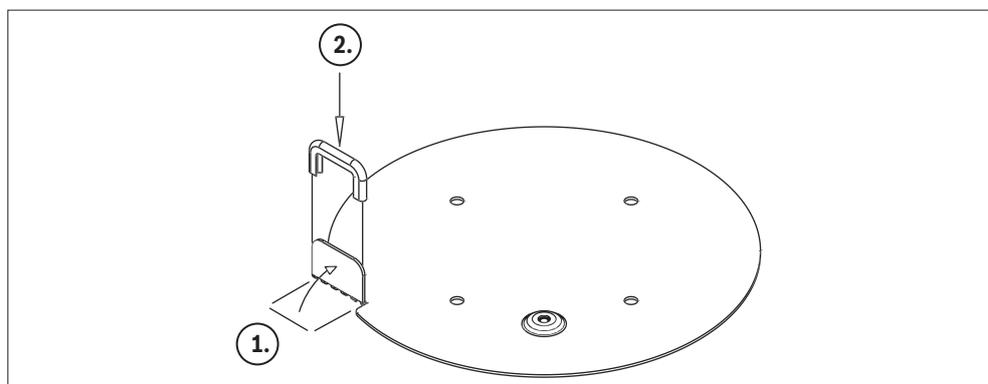

Abb. 5: Montageschritt 1 und 2
- 1.** Biegen Sie die Lasche, wie in Abb. 5 zu sehen, um 90°